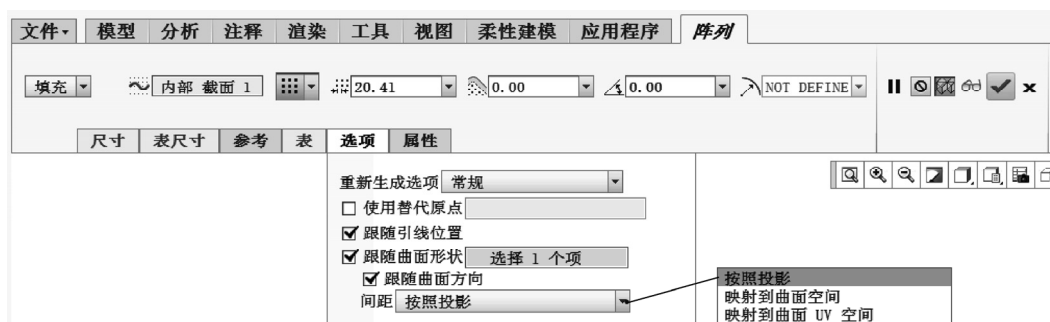

图 5-76 选中“跟随曲面形状”复选框
9) 如果要将阵列成员投影到曲面上并定向各个成员，则可以单击“阵列”选项卡中的“选项”标签以打开“选项”面板，接着选中“跟随曲面形状”复选框，如图 5-76 所示，此时“曲面”收集器变为活动状态。然后在模型中选取要沿其投影阵列成员的曲面，并根据设计要求从“间距”下拉列表框中选择所需的间距选项。另外，注意再生选项（即“重新生成选项”）及其他复选框的应用。